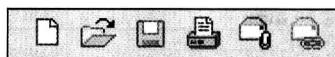

图 1.6 “文件”工具栏
(1) “文件”工具栏。如图 1.6 所示，可以通过该工具栏的功能，进行文件的打开、保存、打印、发送和链接等功能的应用。